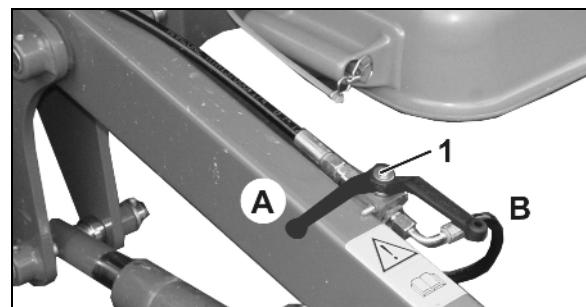

Рис. 105
11. Установите оба шаровых крана (Рис. 105/1,2) в положение **A**.